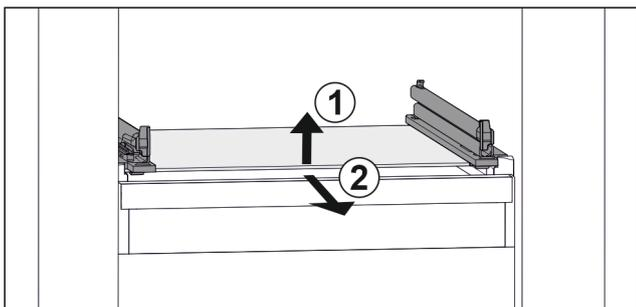

Fig. 50 Príklad zobrazenia sklenenej dosky
- ▶ Nadvihnite sklenenú dosku vpred. Fig. 50 (1)
- ▶ Odoberte sklenenú dosku dopredu. Fig. 50 (2)